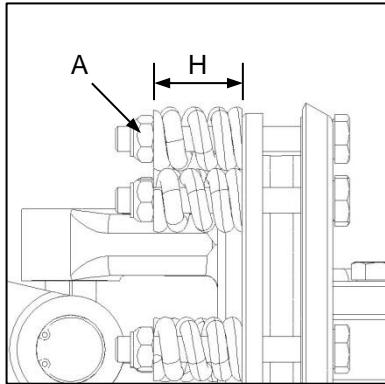

Fig. 4
- ✓ Release the pre-load on the friction clutch plates by loosening the nuts (Fig. 4-A) until the compression spring is just free to rotate by hand. Do not remove the nuts completely.
- ✓ Ontspan die voorlas op die wrywingkoppelaarplate deur die moere los te draai (Fig. 4-A) totdat die drukveer net vry genoeg is om met die hand te draai. Moet die moere nie heeltemal verwyn nie.
Following any maintenance or repair of the PTO friction clutch assembly the pre-load on the friction clutch plates must be adjusted to factory specifications. This is accomplished by adjusting the nuts (Fig. 4-A) to set the compressed spring length (Fig. 4-H).
Na instandhouding of herstel van die kragaftakkeras-wrywingkoppelaarmontering moet die voorlas op die koppelaarplate volgens fabrieksspesifikasies verstel word. Dit word gedoen deur verstelling van die moere (Fig. 4-A) om die saamgeperste veer se lengte te stel (Fig. 4-H).